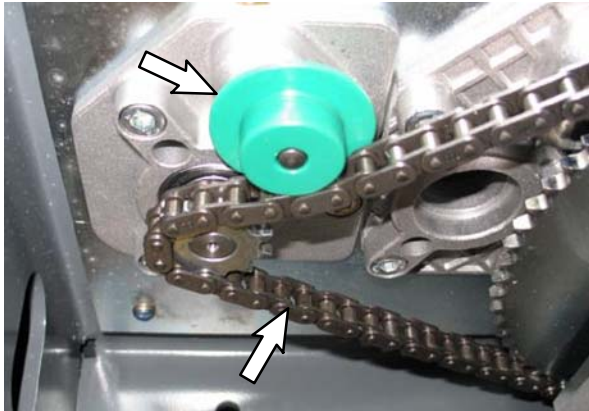
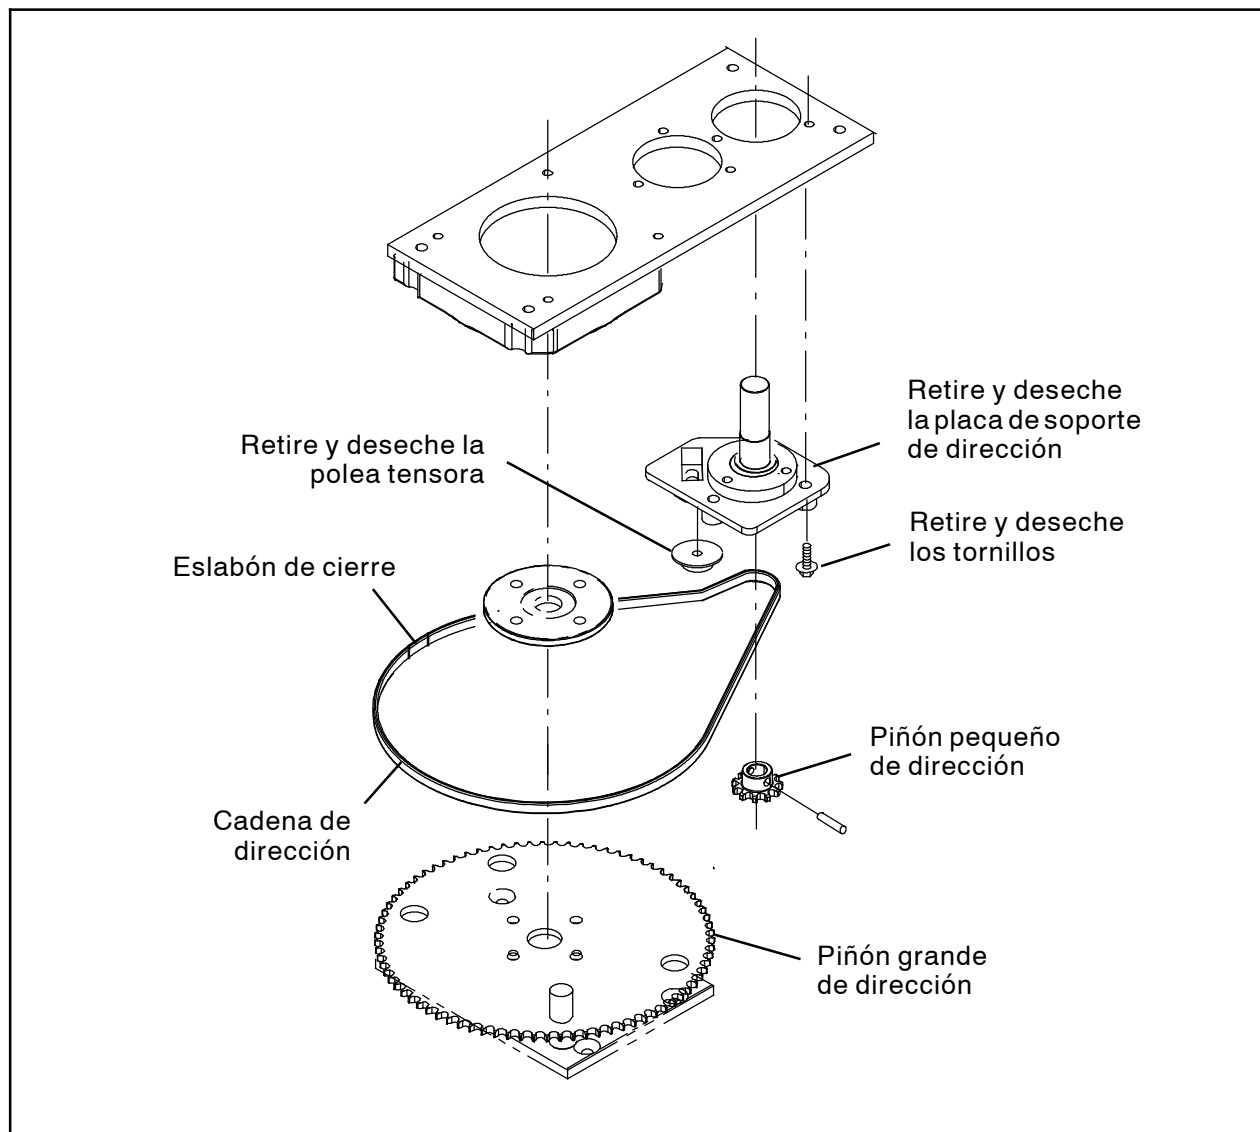
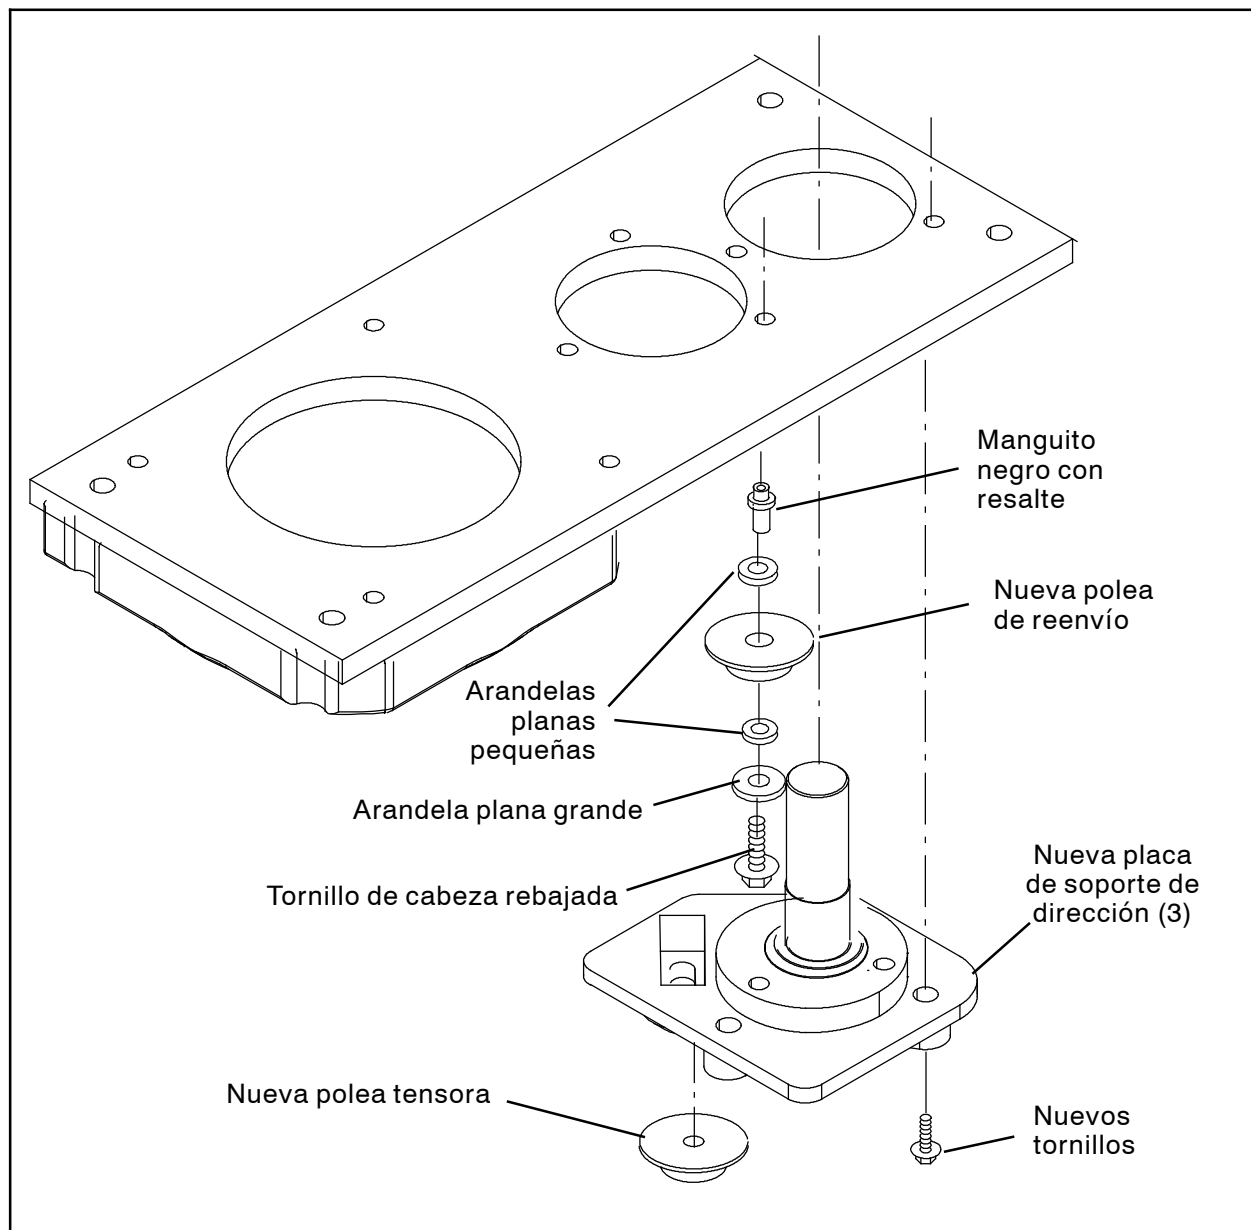
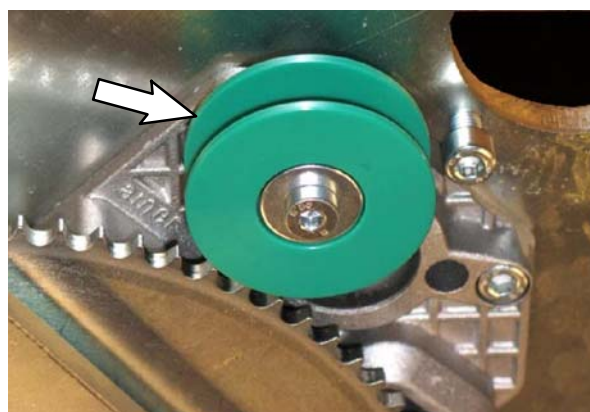

FIG. 17
FIG. 18
FIG. 19
FIG. 20
Deseche la polea tensora. (Fig. 17 / Fig. 18)
20. Retire la placa de soporte de dirección de la máquina. Deseche la placa de soporte de dirección y los tornillos. (Fig. 18)
21. Use el tornillo de cabeza rebajada, la arandela plana más grande, dos arandelas planas pequeñas y el manguito negro con resalte que se incluyen con la nueva placa de soporte de dirección (3) para instalar la nueva polea de reenvío en la máquina. Apriete los tornillos a 18,5-24 Nm/ 13,6-17,7 ft lbs. (Fig. 19 / Fig. 20)
23. Mantenga la nueva polea tensora sobre la placa de soporte de dirección (3) y reinstale la cadena de dirección. (Fig. 17 / Fig. 18 / Fig. 19)